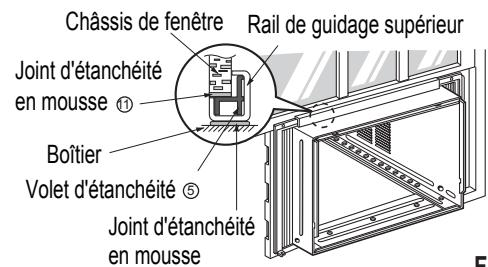

Fig. 2
2. Tout en retenant le boîtier, glissez l'appareil hors du boîtier en tirant vers l'avant sur la poignée du réceptacle d'eau. (Fig 2)
- Abaissez le châssis inférieur à l'arrière du rail de guidage supérieur jusqu'à ce qu'ils fassent (Fig. 2)